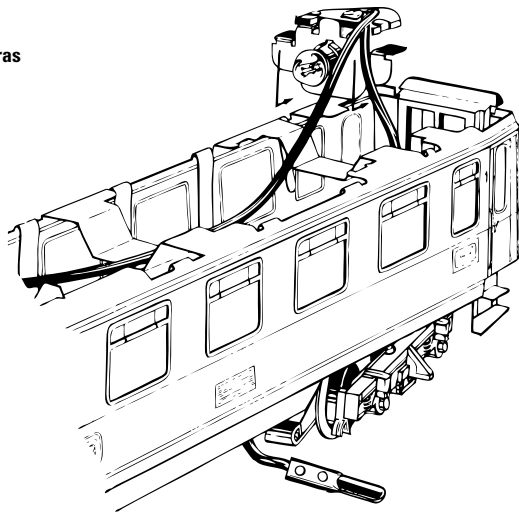

Fig. 1
1. Wagendach abnehmen. In die Halterung am Wagenkasten Lampenfassungen von innen her einschieben (Fig. 1).
1. Take off roof of coach. Push the lamp sockets into the holder in the body from inside (fig. 1).
1. Retirer le toit de la voiture. Introduire les douilles dans les logements prévus dans la voiture (Fig. 1).
1. Dak van rijtuig afnemen. Van binnen uit lampfittingen in de houders van wagenbovenbouw schuiven (Fig. 1).
1. Quitar el techo del coche. Introducir desde adentro los portalámparas en los sujetadores de la caja de coche (fig. 1).
1. Togliere il tetto della vettura. Introdurre il porta-lampada dall'interno della vettura nei sostegni previsti (Fig. 1).
1. Avlägsna vagnstaket, Passa in lamphållarna i fästanordningarna på vagnskorgens insida (fig. 1).
1. Aftag vogntaget. Indskyd lampefatningerne indefra i holderne på vognkassen (Fig. 1).